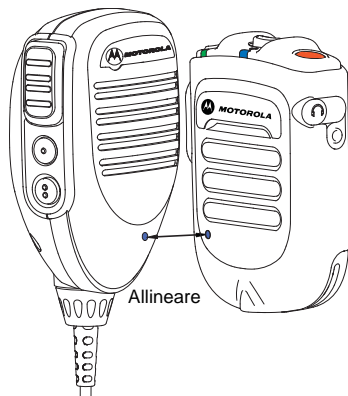

Figura 2.10: Accoppiamento del WRSM
- 2 Posizionare il puntino blu (punto di contatto per l'accoppiamento) sul WRSM entro un paio di centimetri dal puntino blu sul gateway per microfono mobile. Vedere la Figura 2.10.